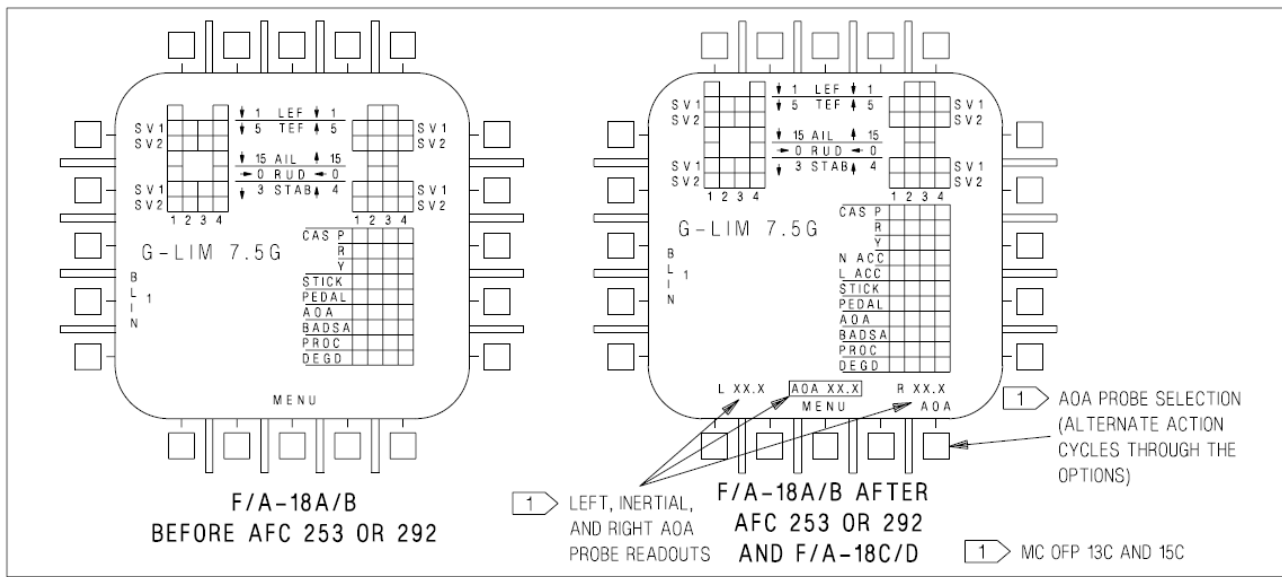

Figure 2-16. FCS Status Display
2.8.4.7 FCS Status Display. An FCS status display (figure 2-16) may be selected on a DDI. At top center, the display presents left and right leading edge flap (LEF), trailing edge flap (TEF), aileron (AIL), rudder (RUD), and stabilator (STAB) positions in degrees with arrows which indicate the direction from neutral. For example, the control positions shown in the figure are: left LEF 1° leading edge down, right LEF 1° leading edge down, left TEF 5° trailing edge down, right TEF 5° trailing edge up, left AIL 15° trailing edge down, right AIL 15° trailing edge up, both RUD 0° , left STAB 3° trailing edge down, right STAB 4° trailing edge up. The tolerance for all control position indications is $\pm 1^\circ$. The numbers and arrows change as control surface deflections change. At 0° (neutral), the arrows may point in either direction. A blank is displayed where the number is unreliable.
FSC ステータスディスプレイ。DDI で FSC ステータスディスプレイ (Figure2-16) が選択できる。頂部の中心は、左右の前縁フラップ(LEF)、フラップ(TEF)、エルロン(AIL)、ラダー(RUD)、水平安定板(STAB)の位置を角度で、中立位置からの方向を示す矢印を伴って表示している。例えば、制御位置を図で:左 LEF1° 前縁下げ、右 LEF1° 前下げ、左 TEL5 ページ 5° 後縁下げ、右 TEL5° 後縁上げ、左 15° 後縁下げ、右 AIL15° 上げ、両方のラダーは 0° 、左 STBA3° 後縁下げ、右 STBA4° 後縁上げを示す。各表示の公差は $\pm 1^\circ$ である。数字と矢印は動翼が動作すると変わる。0° (中立)では、矢印はどちらかの方向を示す。その場所の数値が信頼できない場合は空白表示となる。